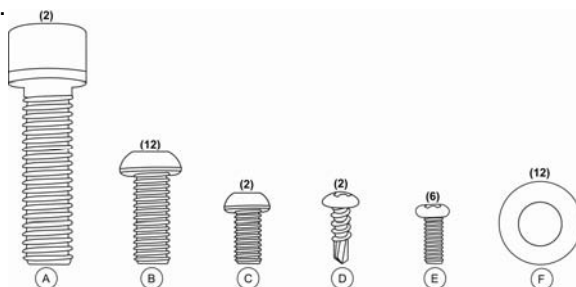
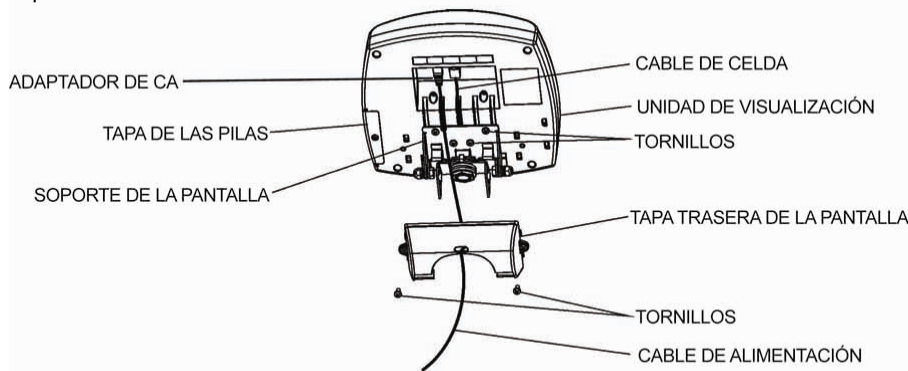

Figura 1
Figura 2
| | El contenido que se ve en la Figura 1 |
13. Gire el soporte de la pantalla 90° y entonces colóque el conjunto de la pantalla cerca del soporte de la pantalla. Enchúfe el conector del cable de la celda de carga en el puerto de la celda de carga situada en la parte de atrás de la pantalla. A continuación, inserte el cable y fíjelo en el canal central de la pantalla. La Figura 2 anterior muestra una ilustración. **Fije:** No enchufe el cable de alimentación todavía. Espere hasta el paso 19.
15. Inserte los 4 tornillos de cabeza plana Phillips M4 (E) en el soporte de metal de la pantalla y apriételes (Figura 1).
16. Acople el soporte del adaptador al pasamanos central con dos (2) tornillos de chapa 8 x ½ (D) y apriételes.
17. Conecte el adaptador de alimentación al puerto de alimentación de la pantalla, inserte el cable en la parte expuesta del segundo canal desde la izquierda en la parte de atrás de la pantalla (Figura 2, anterior). Mantenga el cable en su lugar en la ranura de retención de la cubierta posterior y alinee las lengüetas de la cubierta posterior con las ranuras situadas en la parte posterior del conjunto de la pantalla. Aplique un poco de presión sobre la tapa hasta que se oiga un chasquido, y fíjela con 2 tornillos de cabeza plana Phillips M4 (E). **No conecte la báscula a una fuente de alimentación mientras no esté completamente ensamblada.**